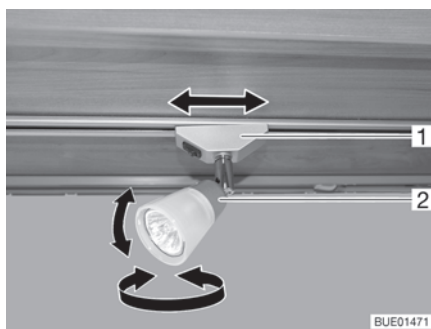

Bild 35 Spotlight
- Vrid spotlightens hus (Bild 35,2) i önskad riktning. Huset kan vridas i följande riktningar:
- Vrid fästet (Bild 35,1) med ca 45°.
- Vrid fästet (Bild 35,1) med 90°.